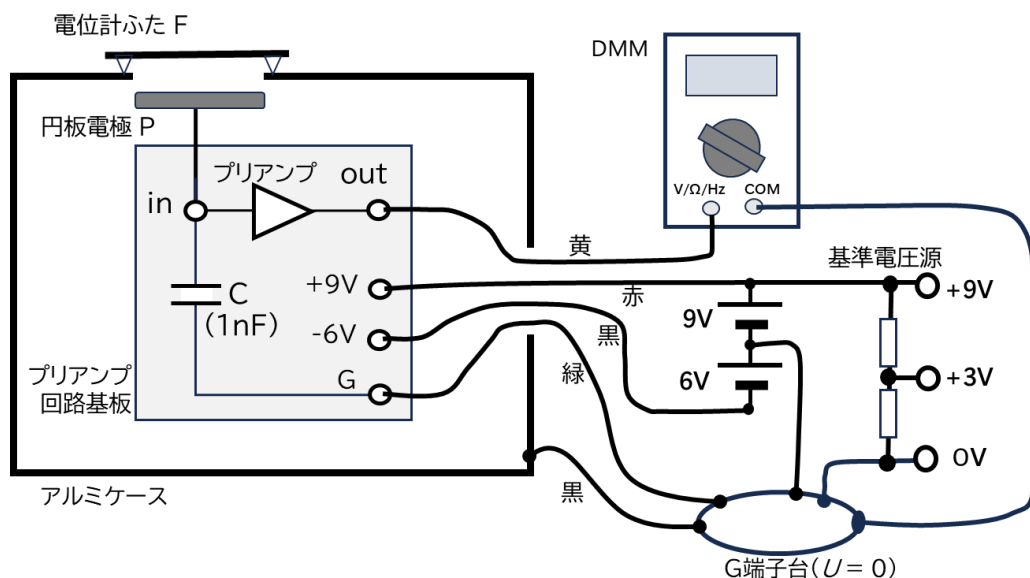

図 2-3. 実験装置の組立図
プリアンプ、基準電圧源、DMM、電池、グランド端子台を以下の手順に従って、図 2-3 のようにつなぎなさい。
- ① プリアンプ回路、1 nF のコンデンサーC、円板電極 P はアルミケースの中に予め組み立てられている。アルミケースの丸穴から見える丸い銅板が円板電極 P である。図 2-3 のように、ケースからは出力(out)リード線（黄）、正電源リード線（赤）、負電源リード線（黒）、グランド線（緑）が出ている。なお、青のリード線は予備用出力端子であり、今回は使わない。また、アルミケースにもグランド線（黒）が取り付けられている。
- ② プリアンプのグランド線（緑）、アルミケースのグランド線（黒）、DMM の COM ジャックへ接続したテストリード（黒）、基準電圧源の 0V 端子、電源のグランド線（9V 角形乾電池の-端子と電池ボックスの+端子につながっている線）をそれぞれのミノムシクリップによって（グランド）G 端子台（銅線の輪）につなぎなさい。これによってこれらの電位は等しくなり、上記のように、これを電位の基準（ $U = 0 \text{ V}$ ）とする。
- ③ DMM の V/ Ω /Hz ジャックへ接続したテストリード（赤）のミノムシクリップをプリアンプの出力(out)リード線（黄）につなぎなさい。
- ④ プリアンプの電源のスナップに 9V 角形乾電池を取り付けなさい。また、電池ボックスに 1.5V 単三乾電池 4 個を入れなさい。
- ⑤ DMM のロータリースイッチを回し、「DC 直流 V」にしましなさい。これによって直流電圧測定モードに設定され、表示器の値は黒い側（COM ジャック）に対する赤い側（V/ Ω /Hz ジャック）の端子の電位（両者間の電圧）を意味する。
実験装置が正しく組み立てられていることを確認するために、以下の測定を行いなさい。もし書かれていることと違う結果が得られた場合には、装置が図 2-3 のように組み立てられているかをもう一度確認してから、やり直しなさい。確認しても直らない場合は、監督者を呼び、状況を説明し、その指示に従いなさい。